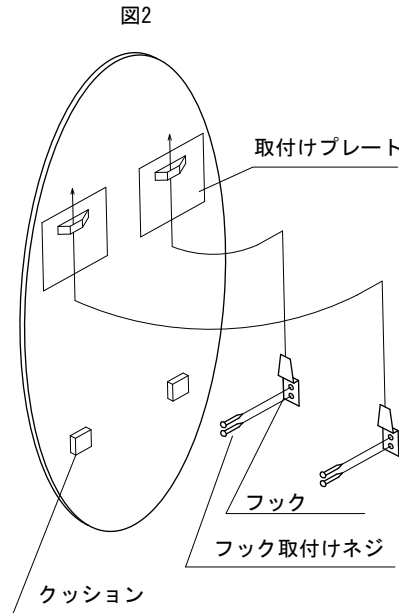

図2
②ミラーの取付けプレートをフックに引っかけます。(図2参照)